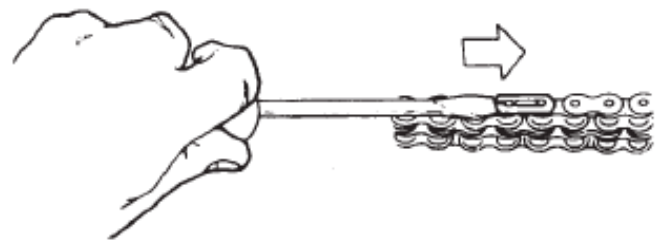
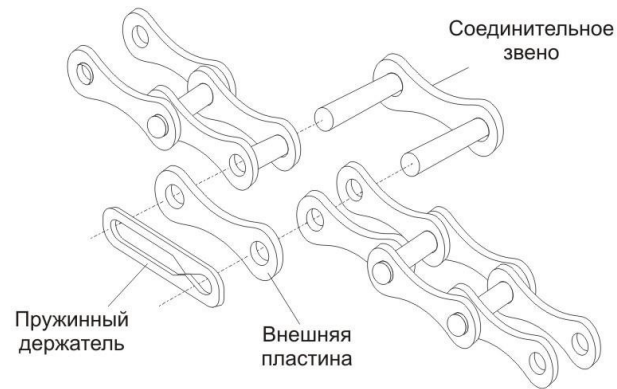

Рис. 7.2. Снятие пружинного держателя
Рис. 7.3. Компоненты приводной цепи
- Снимите с соединительного звена пружинную защелку, как показано на рис. 7.2. Снимите наружную пластину звена цепи и отведите соединительное звено. Внутренние пластины освободятся после извлечения соединительного звена (Рис. 7.3).